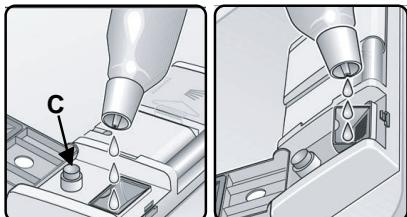

Figure 26/Illus. 26
3. With the dishwasher door half open, pull the filling trough upward, as shown in Figure 26B, until it snaps into position. Add liquid rinse aid to the dispenser, as shown in Figure 26B, until the level indicator (Figure 26, C) is dark.
2. Abra totalmente la puerta de la lavadora de platos para verter el agente de enjuague en forma líquida en el surtidor, tal como muestra la Ilustración 26 A hasta que el indicador del nivel se cambie al color oscuro. **O...**
3. Abra a medias la puerta de la lavadora de platos, jale la boquilla de llenado hacia arriba, tal como muestra la Ilustración 26 B hasta que se encaje repentinamente. Vierta el agente de enjuague líquido en el surtidor, tal como muestra la Ilustración 26B hasta que el indicador del nivel (Ilustración 26C) se cambie al color oscuro.